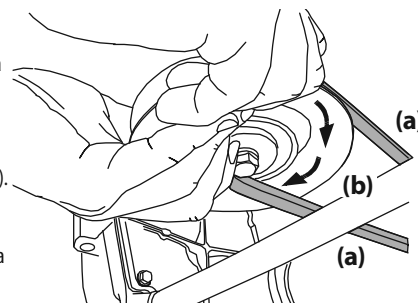

Figura 39
- d. Mientras sostiene la correa de la PTO (a) hacia abajo, siga girando la polea de la PTO (b) hasta que la correa de la PTO (a) se deslice fuera de la polea (b). Consulte la Figura 39.
8. Tire del lado derecho de la correa de la PTO hacia atrás y coloque el lado V angosto de la correa de la PTO en la polea de la PTO. Consulte la Figura 39.
9. Mientras sostiene la correa y la polea de la PTO juntas, gire la polea de la PTO hacia la izquierda (Vea la Figura 39). Siga sosteniendo y rotando la polea de la PTO y la correa de la PTO hasta que la correa de la PTO se enrolle totalmente en la polea de la PTO.